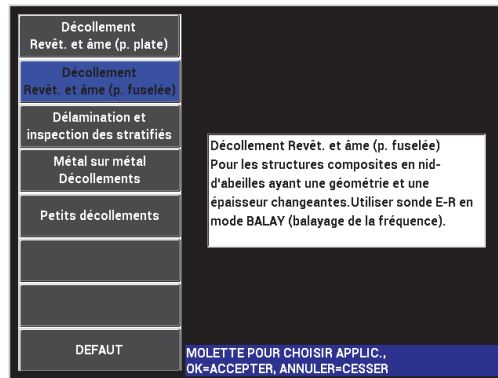

Figure 6-18 Application Décoll. Revêt. et âme (p. fuselée)
- Sélectionnez l'application **Décoll. Revêt. et âme (p. fuselée)**, et puis appuyez sur  pour accepter (voir la Figure 6-18 à la page 147).